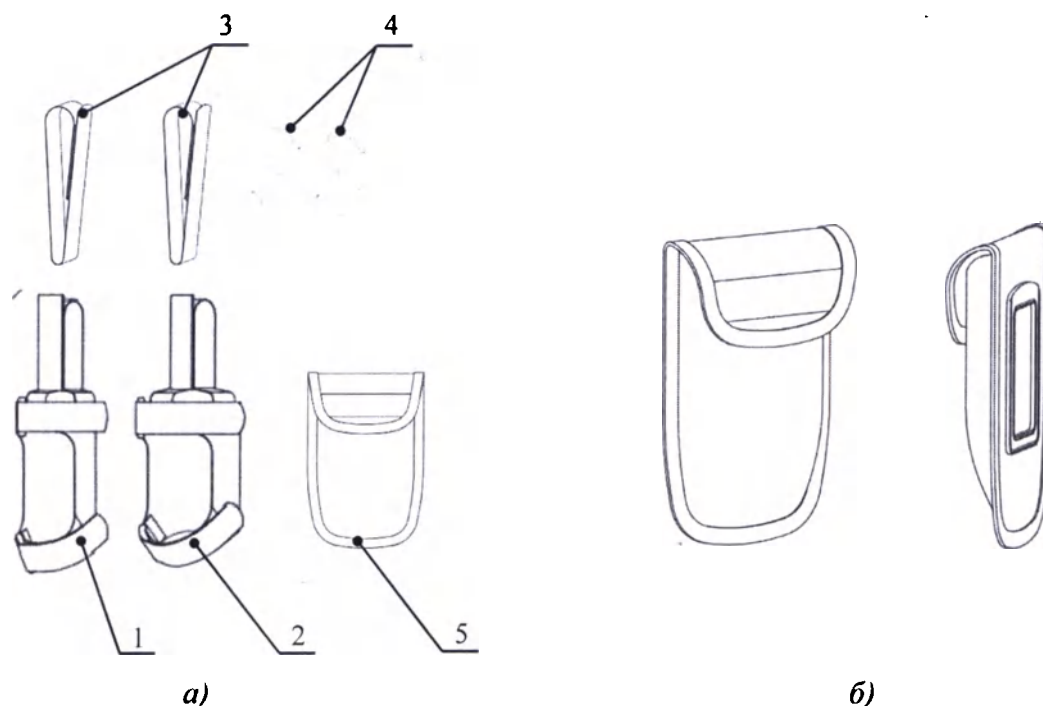

Рис. 1. Общий вид изделия.
Комплект конструктивно включает в себя один держатель инфузионных флаконов (1) на 200 мл (малый), один держатель инфузионных флаконов (2) на 400 мл (большой) (см. рисунок 1а), при необходимости, подвешиваемых на двух ремнях удерживающих (3) или крючках (4).
Использование двух крючков (4) или двух ремней удерживающих (3) позволяет, при необходимости, подвесить полимерные контейнеры (пакеты, емкости, флаконы) через петлю-держатель полимерного контейнера за элементы интерьера. Держатель инфузионных флаконов (1) на 200 мл (малый) и держатель инфузионных флаконов (2) на 400 мл (большой) позволяют разместить и подвесить стеклянные флаконы (стеклянные бутылки) с инфузионными растворами, емкостью 200 мл или 400 мл, соответственно. Держатели инфузионных флаконов на 200 мл (малый) и на 400 мл (большой) имеют одинаковую конструкцию. Держатели инфузионных флаконов выполнены из влагостойких, морозостойких и водонепроницаемых материалов. Общий вид «Комплекта держателей инфузионных флаконов «Держатели-200/400-«Медпром» изображен на рисунке 3а. Комплект при выпуске упакован в пенал для держателей (см. рисунок 1б).
7.1 Извлечь части комплекта из пенала для держателей (5) (см. рисунок 1), отстегнув застежку-липучку.